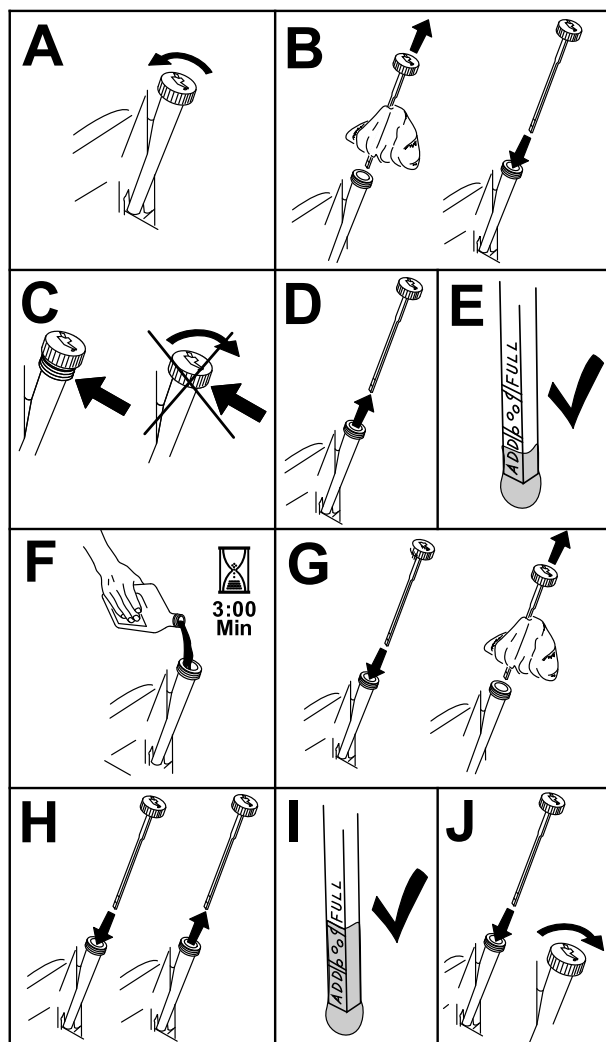

Bild 54
2. Stellen Sie vor dem Verlassen des Fahrersitzes den Motor ab, ziehen den Schlüssel ab und warten, bis alle beweglichen Teile zum Stillstand gekommen sind (Bild 54).